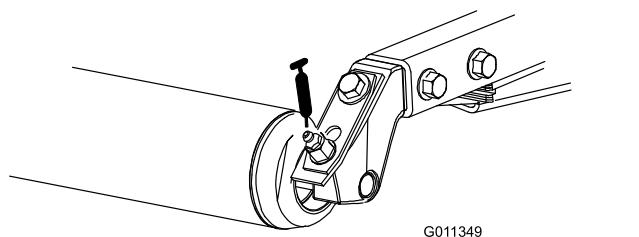

図 44
- 後ローラのベアリング 各カuttingユニットに2ヶ所(図 44)